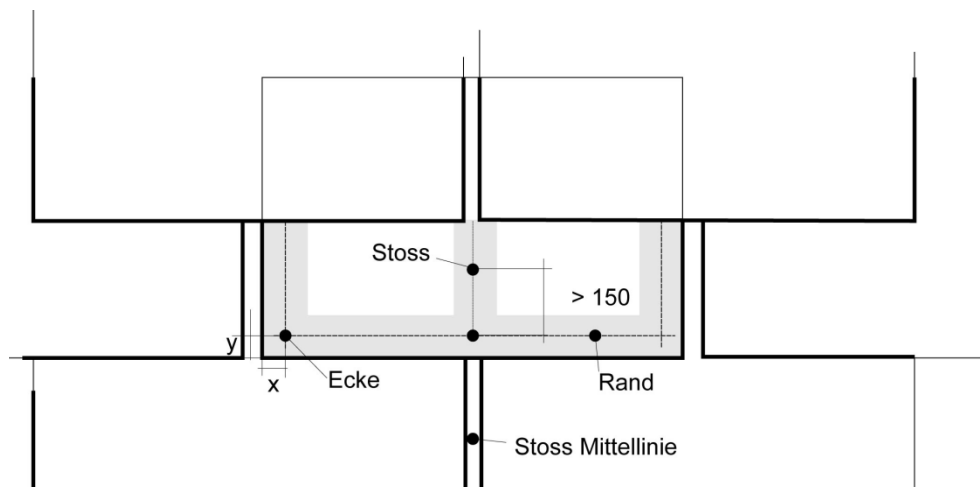

Abbildung 2 Beschussorte im Grundriss bei Naturstein mit schieferartiger Verlegeart ($x = y: 1/5$ Projektildurchmesser, Masse in Millimeter)
- Natursteinschiefer, Verlegeart überlappend (Abbildung 2)
Der Natursteinschiefer wird im unteren Teil, welcher nicht durch die Nachbarschiefer abgedeckt ist, geprüft. Es werden folgende Orte beschossen (Abbildung 2):